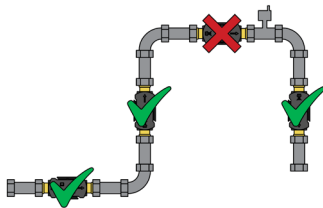

Fig.1
1. Non posizionare il sensore di flusso in corrispondenza del punto più alto della tubazione (**Fig.1**);